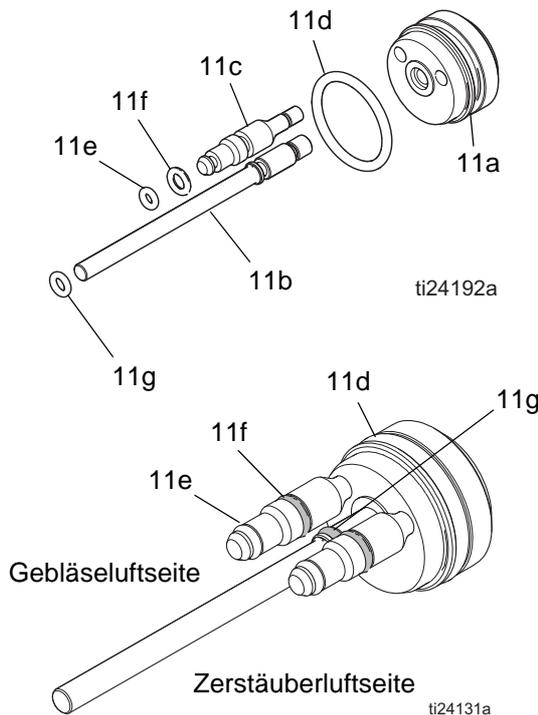

FIG. 32. Kolben-O-Ringe
4. Die Kolbenkappe (13) von der Rückseite der Pistole entfernen.
5. Auf die Kolbenstange (11) drücken, um den Kolben hinten aus der Pistole hinauszudrücken.
6. Die O-Ringe (11d, 11e, 11f und 11g) auf Beschädigung prüfen. Siehe hierzu Tabelle 3 und FIGURE 32.